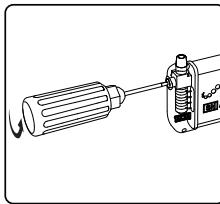

Abbildung 4:Die Stellschraube mit dem Drehmomentschlüssel
3. Die Stellschraube mit dem Drehmomentschlüssel gegen den Uhrzeigersinn drehen, um die Stellschraube zu lockern. Die Stellschraube nicht aus der Anschlussleiste nehmen (**Abbildung 4**).
- Die Stellschraube im Neurostimulatoranschluss mit dem Drehmomentschlüssel gegen den Uhrzeigersinn drehen, um sie zu lockern (**Abbildung 4**).